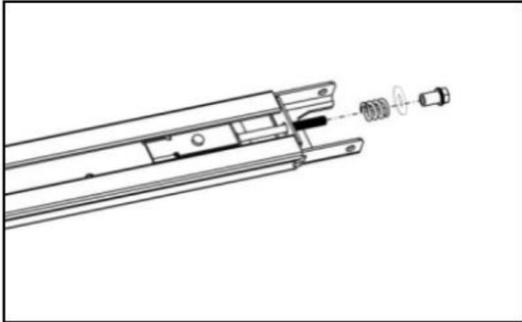

Figure 9
3. Conformément à la figure 9, desserrez l'écrou et le ressort.